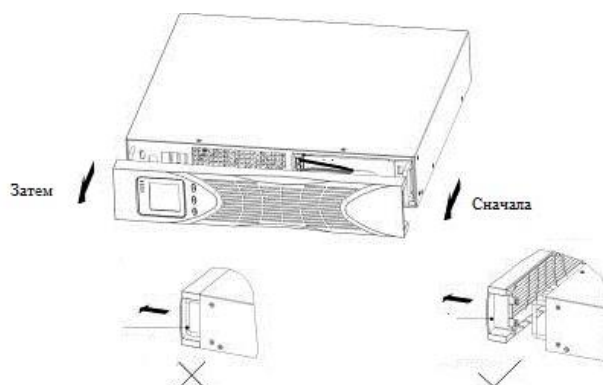

Рисунок 12 – Снятие передней крышки ЕВР
1. Снимите переднюю крышку ИБП и каждого ЕВР (блока дополнительных батарей) (см. рисунок 12)